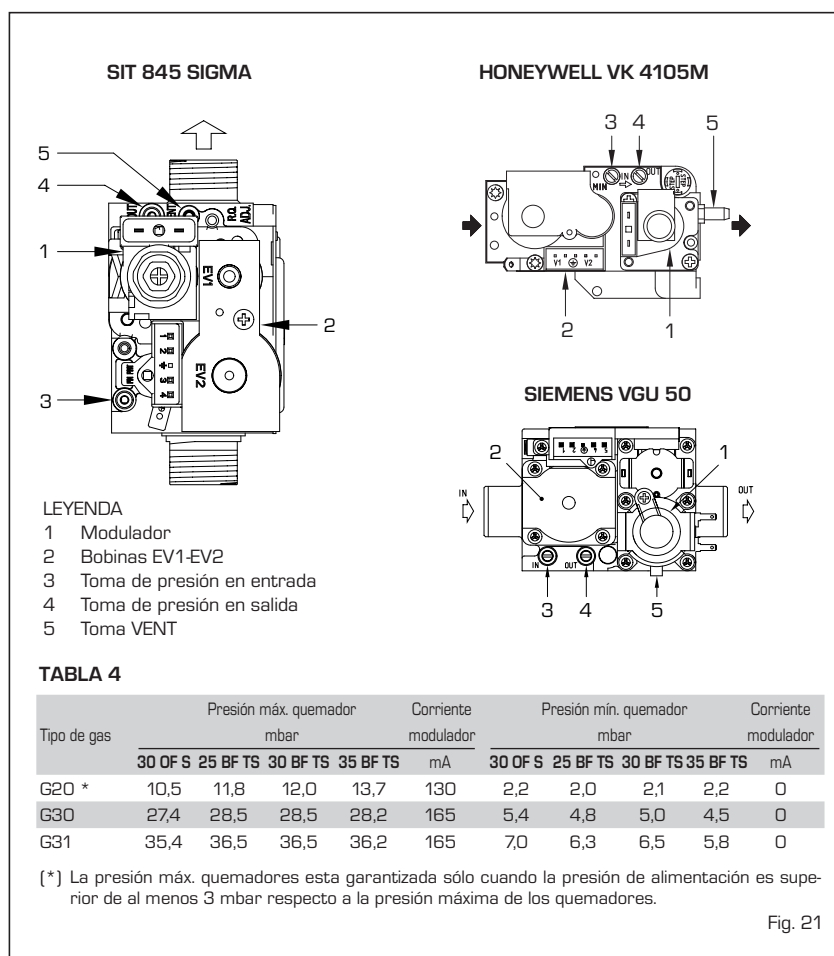

Fig. 21
La caldera está suministrada con válvula de gas SIT 845 SIGMA, HONEYWELL VK 4105 M o SIEMENS VGU 50 (fig. 21). La válvula gas es regulada para dos valores de presión: máximo y mínimo, que corresponden, según el tipo de gas, a los valores indicados en la **Tabla 4**.
- Conectar la columna o un manómetro sólo a la toma aguas abajo de la válvula de gas. **En las versiones "BF TS" desconecte el tubo de la toma VENT de la válvula (5 fig. 21).**
- Quitar la capucha (1) del modulador.